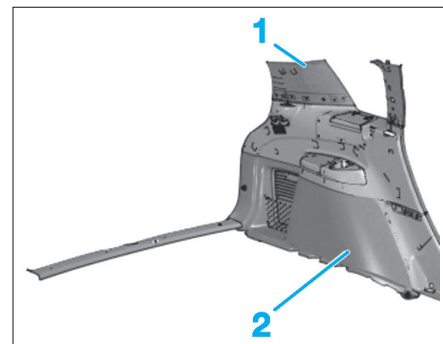

Fig. 178
- Déposer la garniture de pied arrière (1) et d'aile arrière (2) (Fig.178).